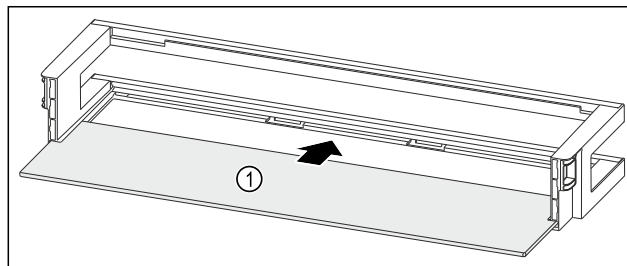

Fig. 102 Dveřní přihrádka s odkládací plochou
- Odkládací plochu Fig. 102 (1) zasuňte do bočních vybrání.